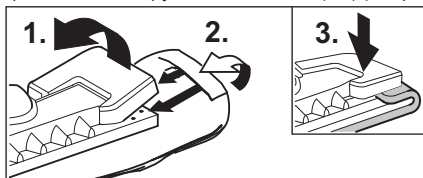

Рис. 12 Натягивание тряпки для мойки полов
- Прикрепите тряпку для мытья полов (H3) к форсунке для мытья полов (H1). Для этого сложите тряпку по ее длине пополам и поставьте на нее форсунку для мытья полов. Затем заведите выступающие концы тряпки один за другим под зажимы (H2) (см. рис. 12)